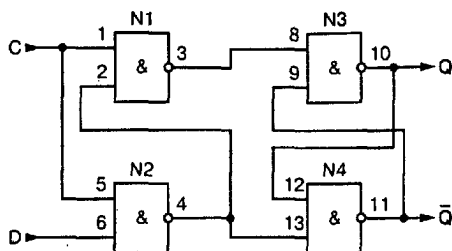

Рис. 3.14. Схема D-триггера на основе логических элементов И-НЕ
-- Сконструировать аналогично представленному D-триггеру можно с помощью 4 элементов И-НЕ согласно схеме на рис. 3.14. Самые наблюдательные из вас заметят, что в этой схеме можно выделить блок инверсного RS-триггера.